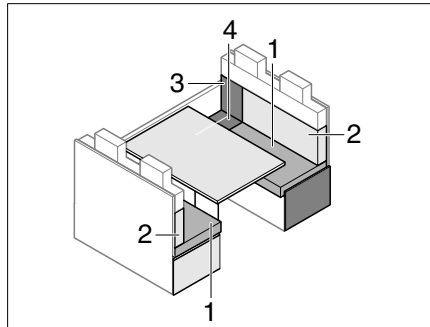

Fig. 206 Avant la transformation
- Enlever le coussin de dossier (Fig. 206,2) et le mettre de côté.